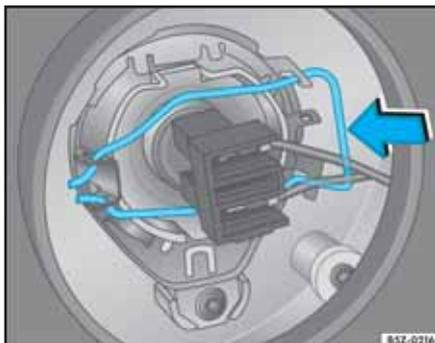

Fig. 182 Resorte de fijación de la lámpara de la luz baja
- Comprima el resorte de alambre ⇒ fig. 182 -flecha- y desplácelo hacia abajo para destrabarlo.